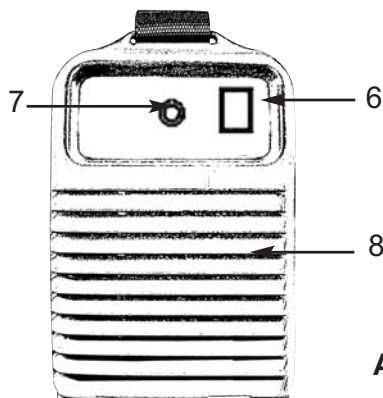

Abb.2
**6. ON/OFF-Schalter:** schaltet die Maschine ein/aus (Abb.2).
**7. Eingangskabel:** Diese Maschine hat ein Eingangskabel mit Stecker. Schließen Sie sie an die Versorgung an (Abb.2).
**8. Ansaugöffnung für Lüftung auf der Rückseite (Abb.2).**